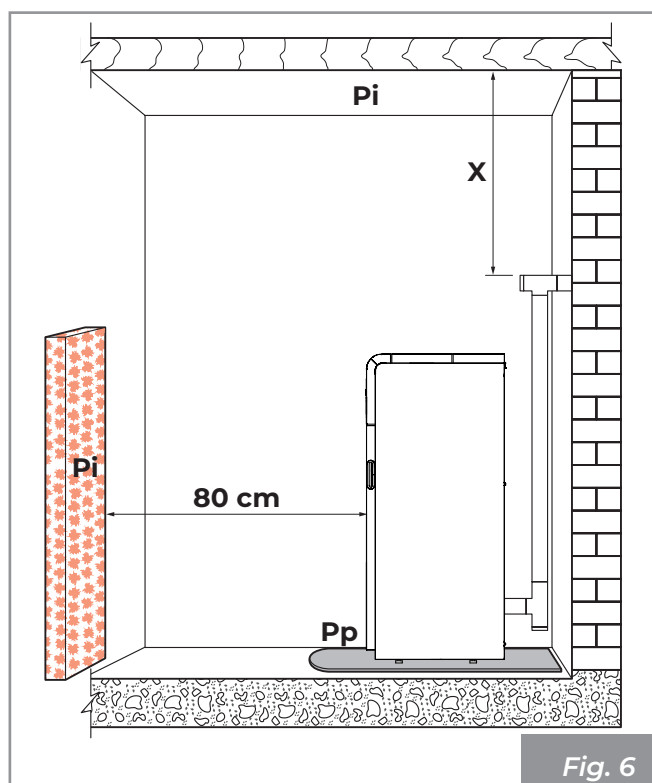

Fig. 6
Nous rappelons qu'il est important de respecter la distance minimum des matériaux inflammables (X) indiquée sur la plaque d'identification des tubes utilisés pour réaliser la cheminée (Fig. 6).